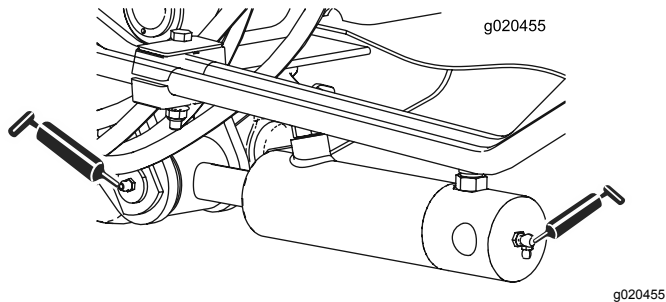

Bild 63
- Zwei (an jeder Seite) Hubarm-Zylinderbüchsen (Bild 63)